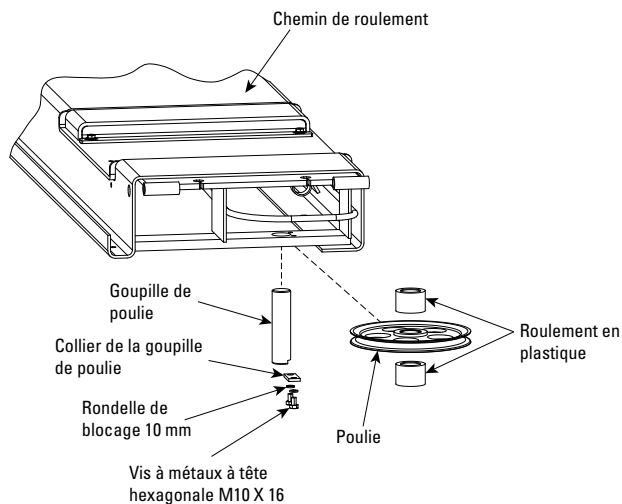

Fig. 5
- C. Positionner l'étrier arrière à l'extrémité des chemins de roulement. L'ouverture sur le côté de l'étrier doit être alignée avec les poulies à câble aux extrémités de chemin de roulement. Faire passer les extrémités de câble par les ouvertures d'étrier. S'assurer que les câbles ne sont pas croisés à l'intérieur de l'étrier. Faire passer le câble n° 1 par le chemin de roulement droit, Fig. 3 et 4. Assembler les poulies et les roulements aux deux extrémités du chemin de roulement droit, Fig. 5. S'assurer que les câbles sont dans les gorges de poulie appropriées, Fig. 3. Ne pas assembler les poulies aux extrémités d'étrier à ce moment-ci.